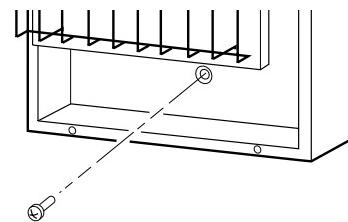

Figure 12 - Installation de la vis de montage inférieure
- Repérez le trou de montage du bas. Il se trouve sur le panneau arrière du radiateur, près du bas (voir figure 12).
- Faites passer la vis de la cheville inférieure par le panneau arrière et insérez-la dans la cheville inférieure ou le trou que vous venez de percer (voir figure 12).